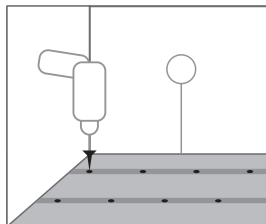

Рис.3
5. Закрепите на полу отрезки монтажной ленты (Рис. 3)